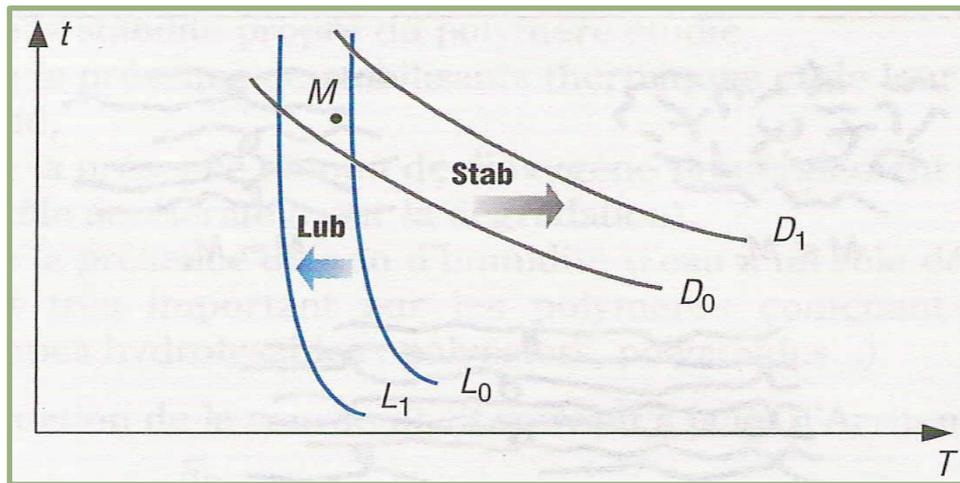

Fig.10 Modifications envisageables pour rendre un polymère transformable:
- Sur la figure 10 on voit que le polymère non stabilisé (plafond de stabilité thermique D_0) est **intransformable**,